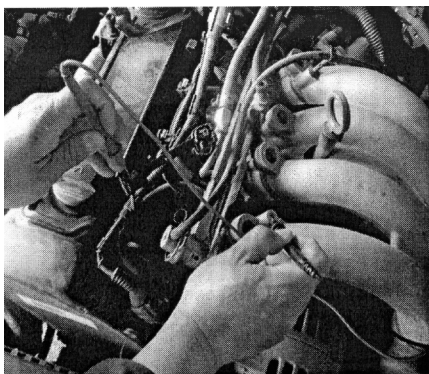

图 5-20 检查喷油器电源
① 点火开关置于 OFF 位置, 脱开喷油器插头。
② 点火开关置于 ON 位置, 如图 5-20 所示, 将电压表的负表笔搭铁, 红表笔先后测量线束电插头的两个端子, 其中的一个端子应有 12V 的电压。否则检查点火继电器以及点火继电器到蓄电池之间的线束连接情况。